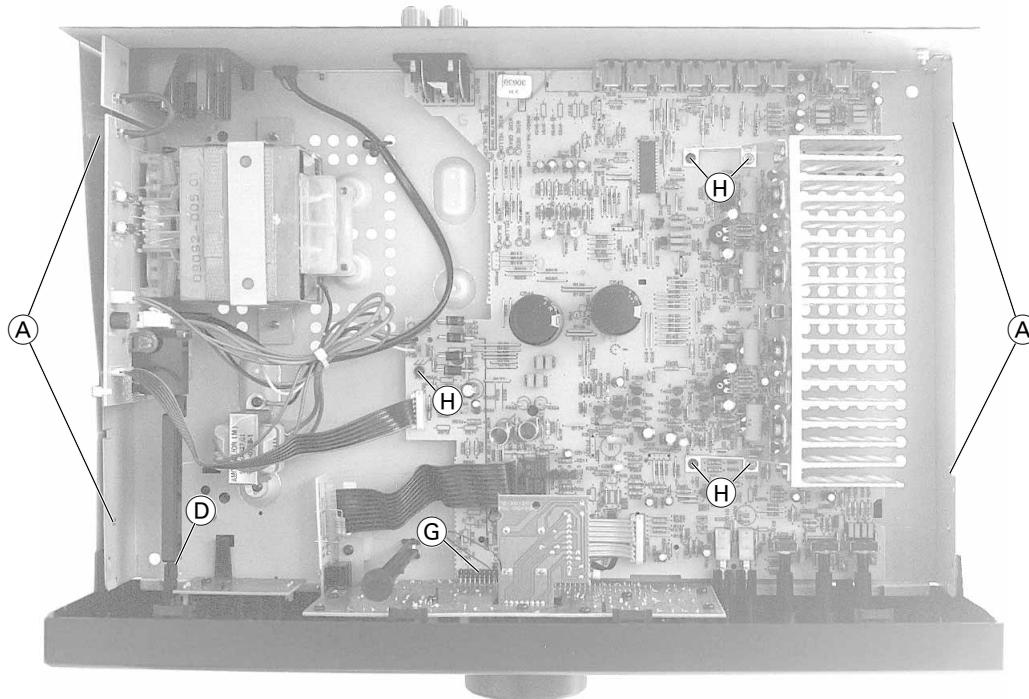
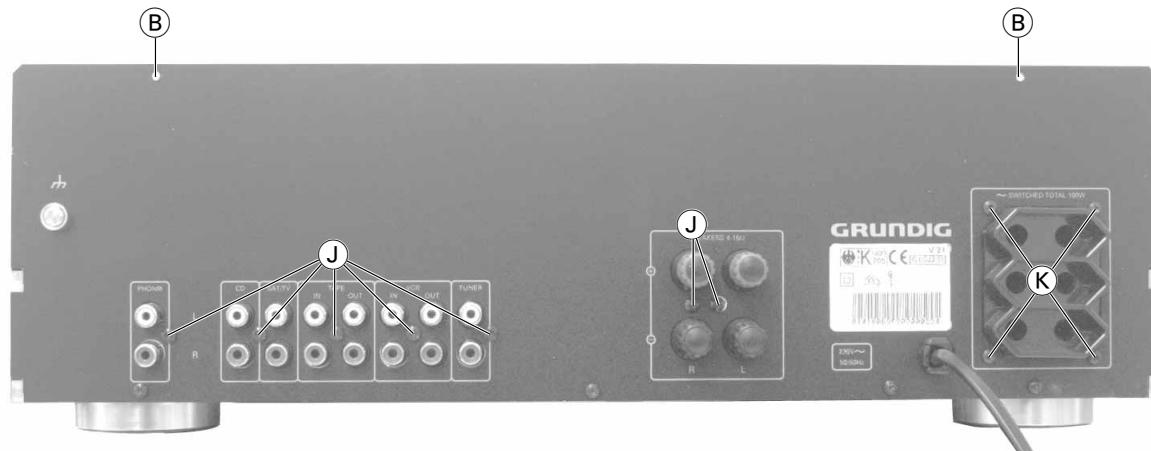
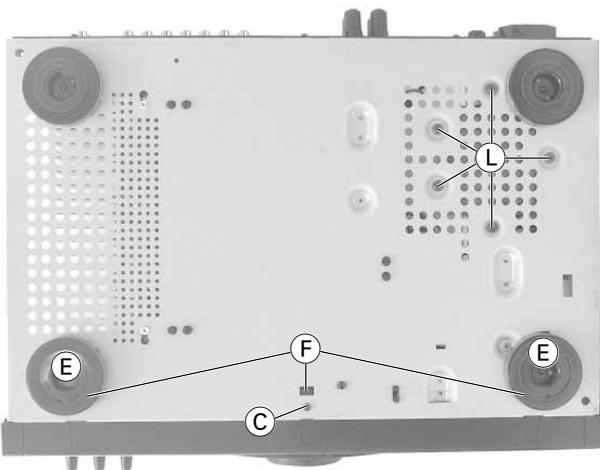

Fig. 1
Fig. 2
Fig. 3
- Die 4 Schrauben **(A)** (Fig. 1) und die 2 Schrauben **(B)** (Fig. 2) herauschrauben.
- Schraube **(C)** (Fig. 3) herauschrauben.
- Die Rastung **(D)** der Netztaste ausrasten (Fig. 1).
- Die 2 Füße **(E)** (Fig. 3) abschrauben.
- Die 3 Rastnasen **(F)** (Fig. 3) ausrasten.
- Beim Zusammenbau auf richtigen Sitz des Steckverbinder **(G)** (Fig. 1) achten.
- Die 5 Schrauben **(H)** (Fig. 1) und die 7 Schrauben **(J)** (Fig. 2) herauschrauben.
- Die 4 Schrauben **(K)** (Fig. 2) und die 5 Schrauben **(L)** (Fig. 3) herauschrauben.
- Undo the 4 screws **(A)** (Fig. 1) and the 2 screws **(B)** (Fig. 2).
- Undo screw **(C)** (Fig. 3).
- Disengage the mains button **(D)** (Fig. 1).
- Undo 2 feet **(E)** (Fig. 3).
- Disengage the 3 catches **(F)** (Fig. 1).
- When mounting the board, look for the correct position of connector **(G)** (Fig. 1).
- Undo the 5 screws **(H)** (Fig. 1) and the 7 screws **(J)** (Fig. 2).
- Undo the 4 screws **(K)** (Fig. 2) and the 5 screws **(L)** (Fig. 3).